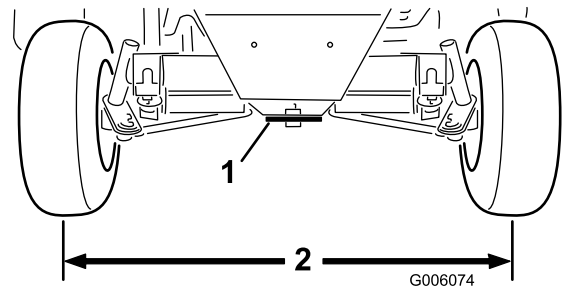

Figura 57
2. Afloje las contratuercas de ambas bielas. Ajuste las bielas hasta que la distancia de centro a centro entre las ruedas traseras, por delante y por detrás, sea la misma (Figura 57).